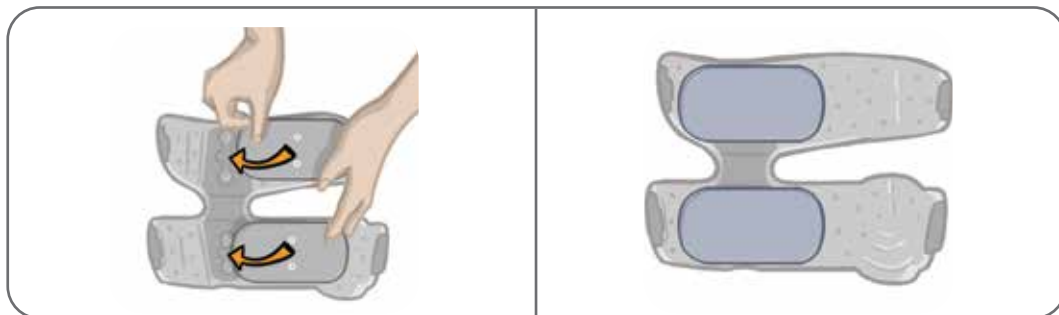

Figure 6-10 : Alignement et fixation des électrodes en tissu du manchon à cuisse
5. Alignez les pressions des électrodes en tissu du manchon à cuisse sur les prises du manchon. Reportez-vous à la figure 6-10.
6. Appuyez fermement pour enclencher l'électrode en tissu de petite taille du manchon à cuisse dans le panneau inférieur du manchon. Appuyez fermement pour enclencher l'électrode en tissu de grande taille du manchon à cuisse dans le panneau supérieur du manchon. Reportez-vous à la figure 6-10.